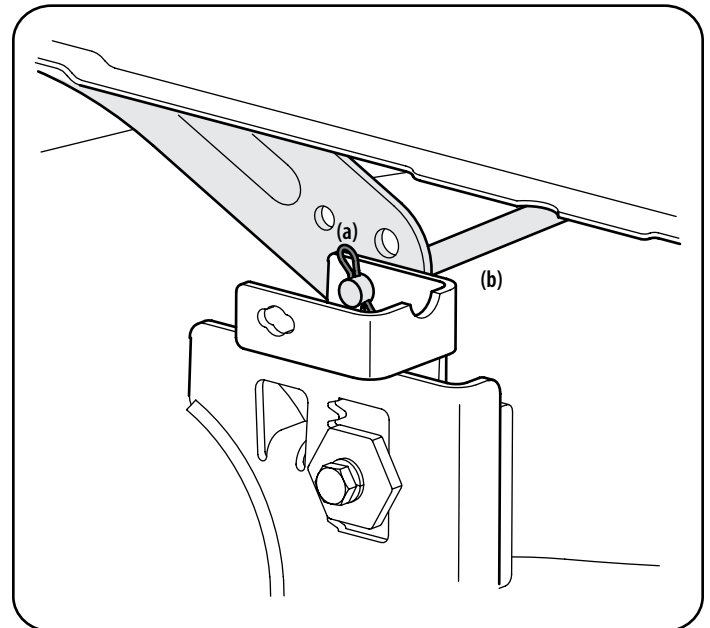

Figura 24
5. Mirando la plataforma de corte desde el lado izquierdo del tractor, ubique el pasador de chaveta curvo (a) que sujeta la varilla de soporte de la plataforma (b) del lado posterior izquierdo de la plataforma. Consulte la Figura 24. Extraiga el pasador de chaveta curvo (a) que sujeta la varilla de soporte de la plataforma (b), y con cuidado saque el soporte de la plataforma del brazo de elevación de la plataforma.